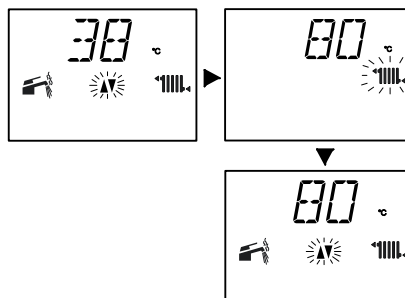

Рисунок 2.8
- Рисунок 2.8 - при максимальном значении температуры нагнетания в системе отопления.